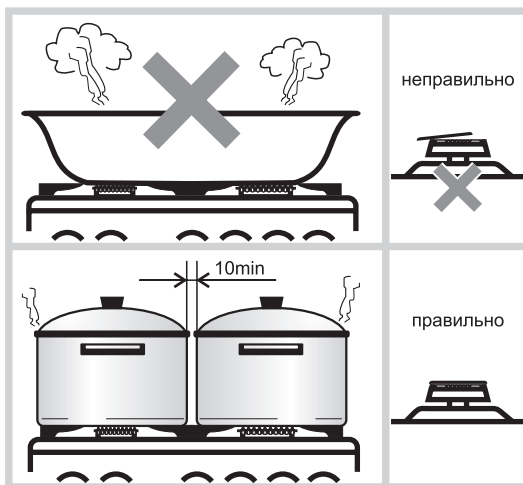

Рис.10
- Размеры посуды (см. таблицу 5 и рис.10) и режим работы горелок нужно выбирать таким образом, чтобы пламя не выходило за края и не «лизало» боковые стенки.